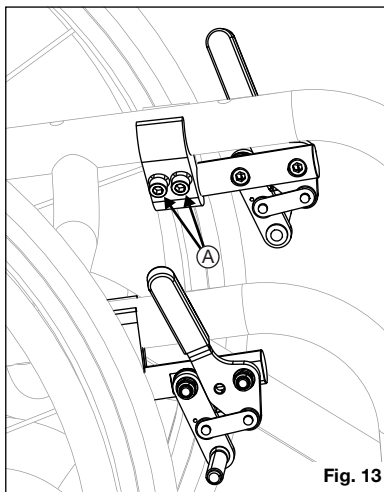

Fig. 13
1. Brug en 5 mm umbrako nøgle til at dreje en af skruerne i klemmen indtil den kører glat (mindre end én omgang). Se fig. 13:A.